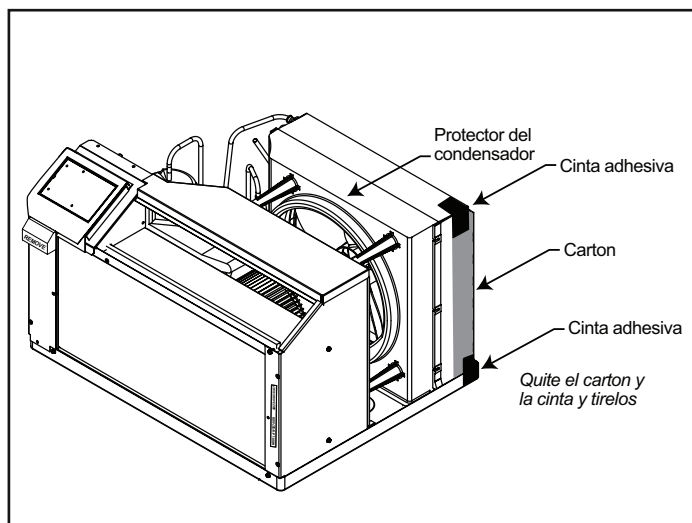
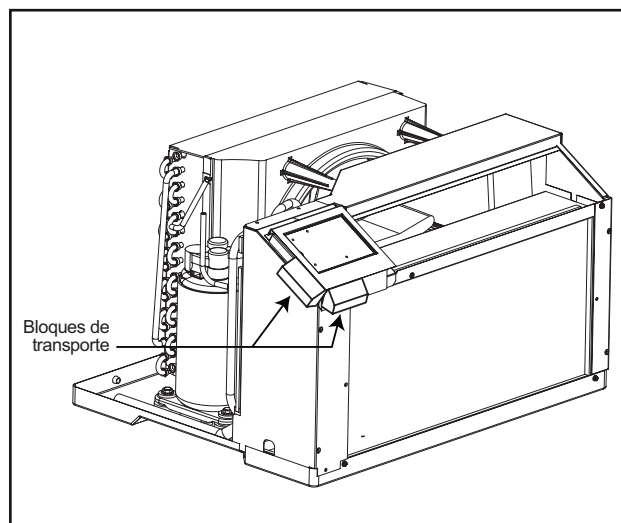

Figura 10
Figura 11
- A. Revise los tornillos de anclaje. Deben haber cinco (5) en la BASE DE EMPOTRAJE de la unidad "WSC", (dos en cada lado y uno en el centro de la parte superior).
- PASO 4.** Saque el chasis de la caja para transportarlo. Retire el cartón que está colocado contra los ganchos y que está asegurado al protector del condensador (Ver Figura 10). Tenga cuidado de no permitir que ningún elemento entre en contacto con los ganchos pues esto puede causarles dano. **IMPORTANTE:** Antes de instalar la unidad en las bases de empotraje en la pared, retire los dos bloques amarillos de transporte. Un bloque de transporte está fijo directamente debajo del panel del control de la cubierta, al lado izquierdo de la unidad. Un segundo bloque de transporte se encuentra ubicado directamente debajo del lado izquierdo del panel del control (Ver Figura 11). Levante el chasis de la bandeja base y deslícelo en la base de empotraje hasta que esté en contacto con la rejilla posterior. Con el chasis en la posición correcta, el borde anterior de la bandeja base debe sobresalir del frente de la base de empotraje 4 pulgadas y 3/4 (Frente).